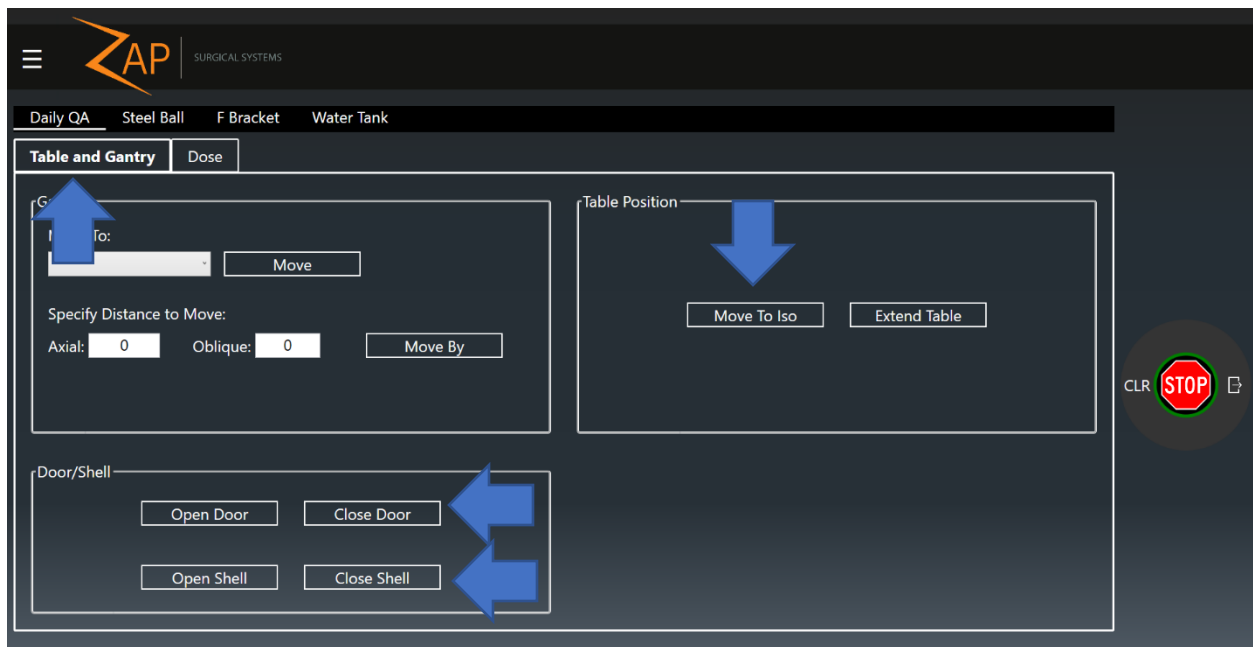

図3-12。Daily QA ページの Table and Gantry タブ。各矢印は、患者治療台を装置内に移動したり、シェルとドアを開けたりするためのボタンを示す。
7. ペンダントを使ってカウチをアイソセンターの位置に移動し、ドアとシェルを閉じます。または、ダッシュボードの **Daily QA** アイコンをクリックし (図3-11 を参照)、**Daily QA** ページと **Table and Gantry** タブを順にクリックします (図3-12 を参照)。**Move to Iso**、**Close Door**、**Close Shell** の各ボタンを順にクリックします。